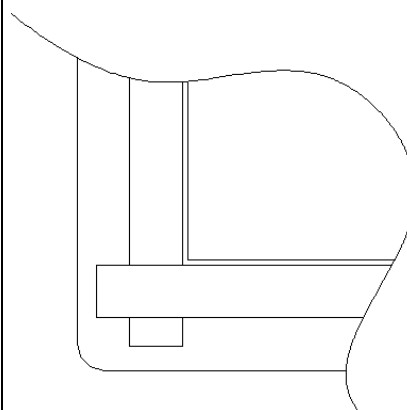

Bild 5. Överlappande tätningstätt
3. För att erhålla ett tätt förband skall tätningstättarna överlappa varandra i hörnen enligt bild 5.